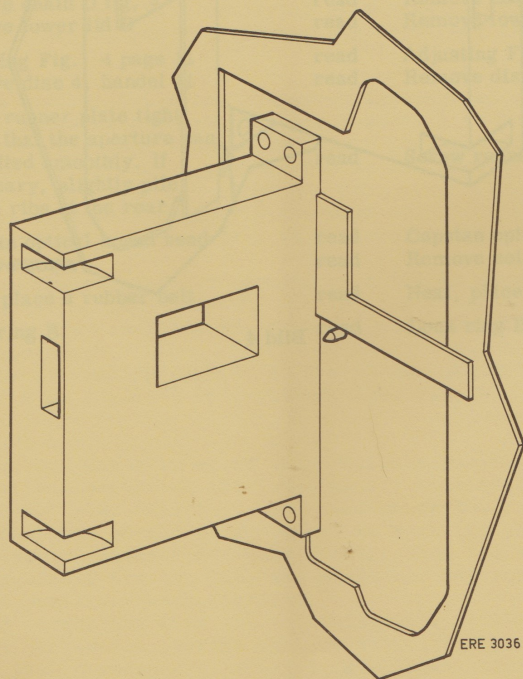

Fig. 3
- . Oter cadre complet pour film (2).
- . Reposer équerre sur broche 1, fig. 3 et apporter un fin trait-repère sur le cabinet du projecteur.
- . Déplacer mécanisme pour que repères correspondent aux équerres placées selon fig. 3 et 4.
bushing should be replaced (see Service Notes, page 11, Fig.3).